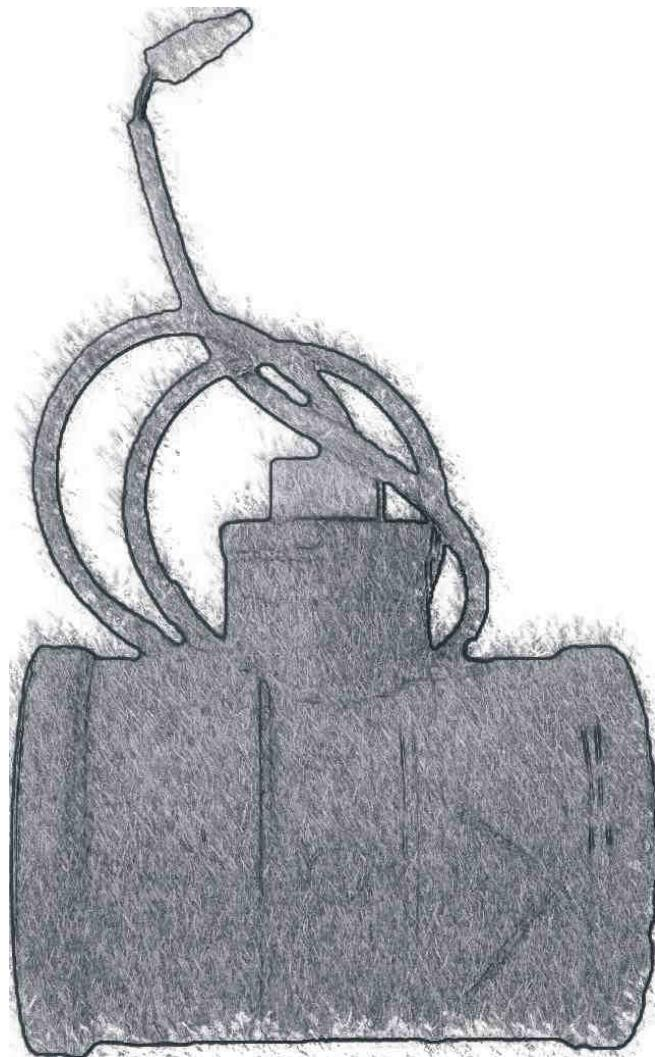

Figura 4
3) SENSOR DE FLUXO (fluxostato), cuja finalidade principal é impedir que seu equipamento **AQUACLOR** funcione quando não houver fluxo de água através das células eletrolíticas. Isso pode ocorrer, por exemplo, caso a motobomba deixe de operar por queima de seu motor ou por qualquer outro motivo que impeça a passagem de água pelo interior da célula eletrolítica (**figura 4**).